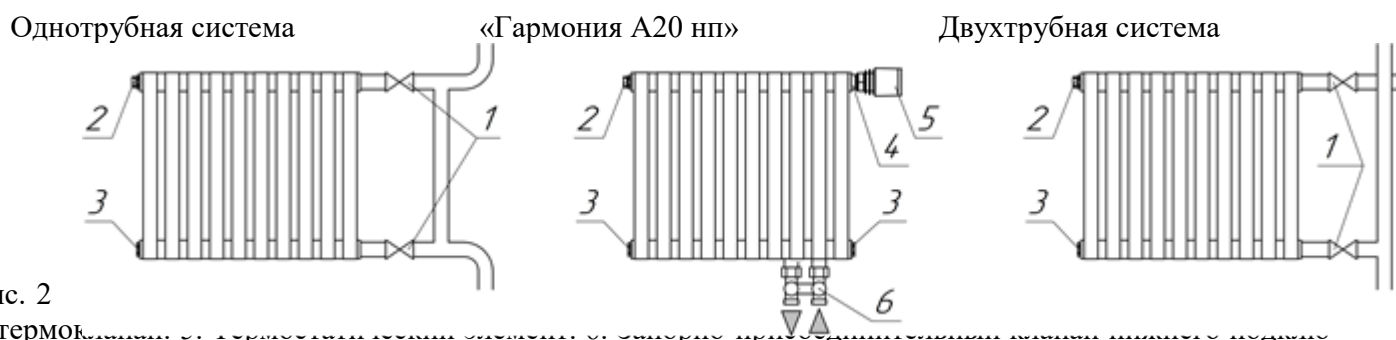

Рис. 2
5.7. Схема подключения радиаторов приведена на рис. 2.